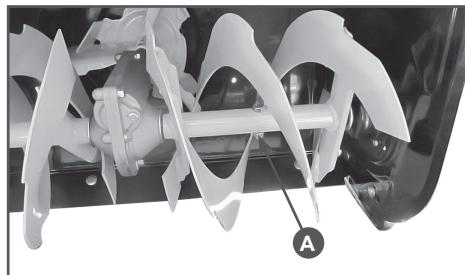

Рис.16 Замена срезного болта шнека
Для замены срезного болта шнека остановите двигатель и убедитесь, что все движущиеся части прекратили свое движение. Совместите отверстие в шнеке с отверстием в вале шнека. Вставьте новый срезной болт (A) Рис.16.